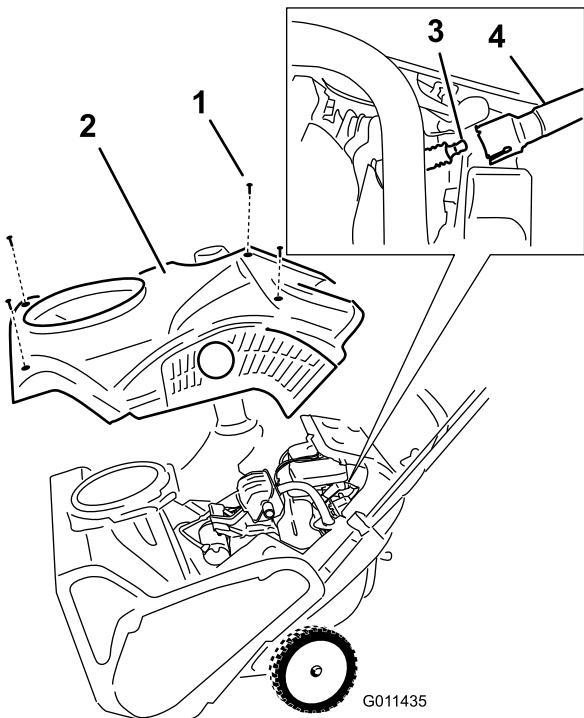

Рисунок 34
4. Снимите 4 винта, которые крепят кожух (Рисунок 34).
- 1. Винты (4)
6. Извлеките масломерный шуп (Рисунок 34).